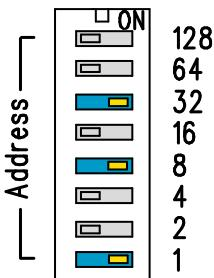

図 84 MAC アドレス用の DIP スイッチの例
- 4 デバイスの MAC アドレス設定用の DIP スイッチ。「図 84 (ページ 128)」を参照してください。